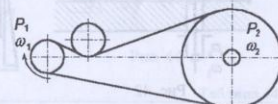

Рис. 41
4. Рассчитать плоскоременную передачу с натяжным роликом (рис. 41). Мощность на ведущем шкиве P_1 , его угловая скорость ω_1 , угловая скорость ведомого шкива ω_2 приведены в табл. 41. Режимом работы передачи задаться.